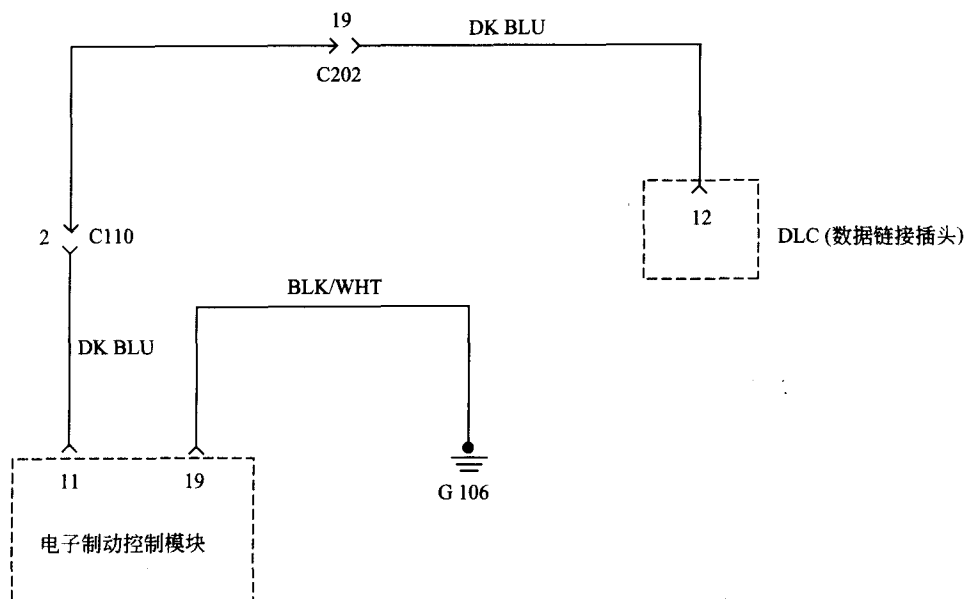

图 1-1-4 进口和出口电磁线圈电路原理图
(5) 故障码 C0060/C0065 (左前进口和出口电磁线圈故障) 的诊断维修 (图 1-1-4)
(6) 故障码 C0070/C0075（右前进口和出口阀电磁线圈故障）的诊断维修（图 1-1-4）
(7) 故障码 C0080/C0085（左后进口和出口阀电磁线圈故障）的诊断维修（图 1-1-4）
(8) 故障码 C0090/C0095 (右后进口和出口阀电磁线圈故障) 的诊断维修 (图 1-1-4)